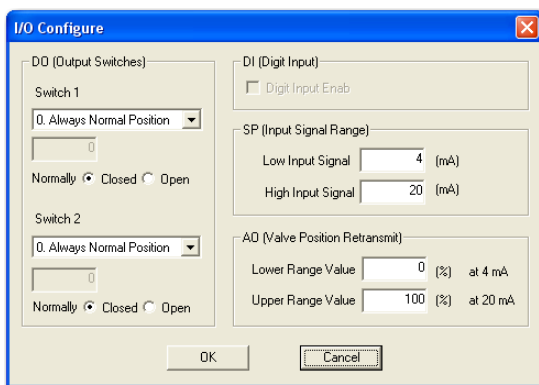

Figure 32 Configuration des Entrées/Sorties
Cette procédure montre un exemple, à partir des paramètres en Figure 32, pour vérifier si un interrupteur fonctionne :
1. Cliquez sur l'onglet **Configure** , cliquez et Figure 32 s'affiche.